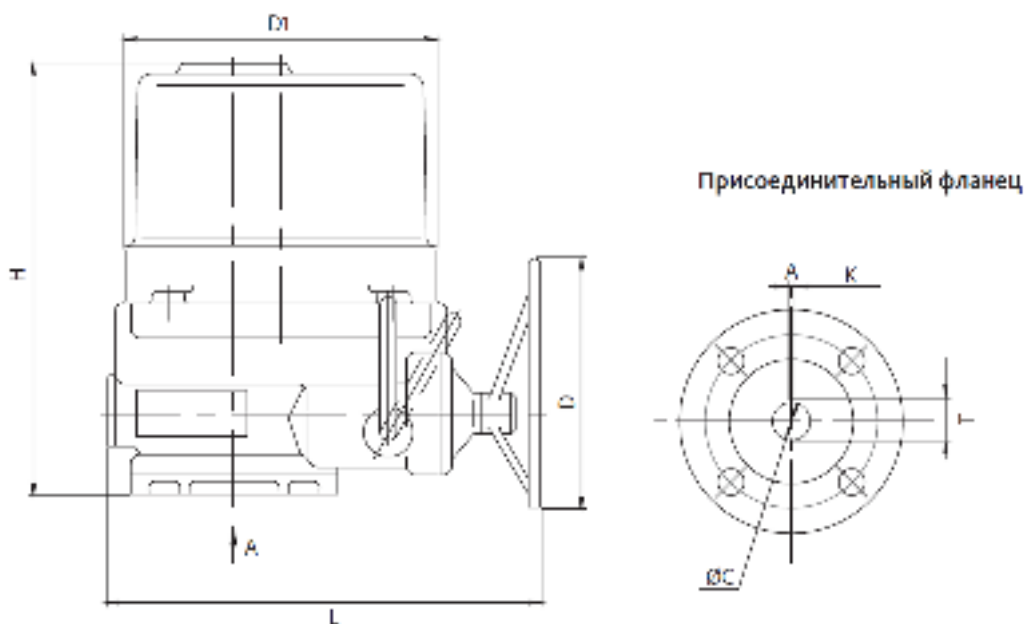

Рис. 1. Основные габаритные характеристики электропривода тип QT
1.2.7. Основные габаритные характеристики электроприводов тип QT представлены на рис.1, в табл. 1, присоединительные размеры приведены на рис. 1, в табл. 2.